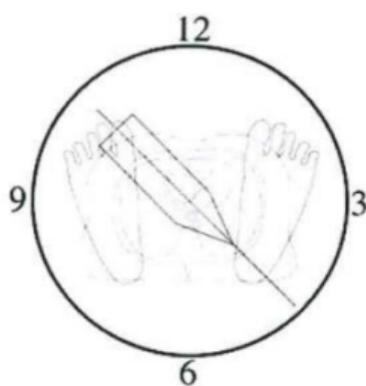

Fig. 2
- Ajuste o orientador da agulha para que a mesma fique perpendicular à fossa ovalis (tipicamente entre as 3:00 e as 5:00 horas, da perspetiva dos pés do doente). (Ver Fig.2. A ampliação é 2.9).